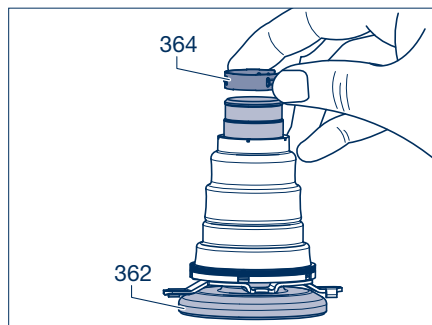

Рисунок 5
- [7] Легко смазать уплотнительную поверхность (стрелка) нового гофрированного чехла (363) смазкой BPW ECO Disc и с помощью монтажного инструмента (BPW № 02.0130.45.10) надеть на толкатель (362). При этом следить за правильным положением гофрированного чехла (см. также рис. 5).